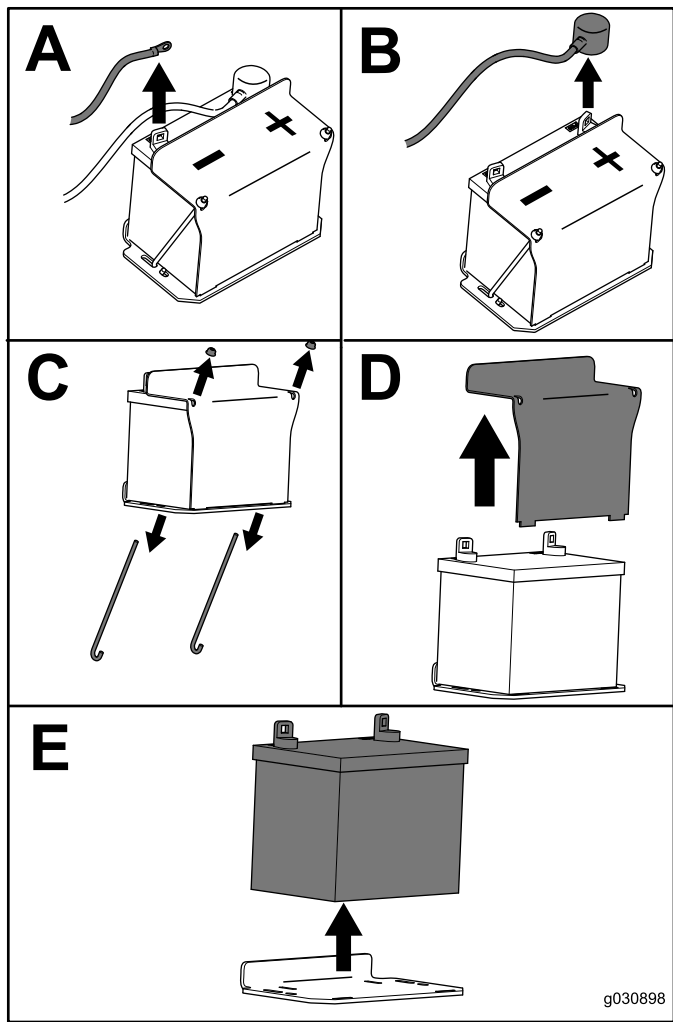

Figure 25
3. Déposez la batterie comme montré à la Figure 25.